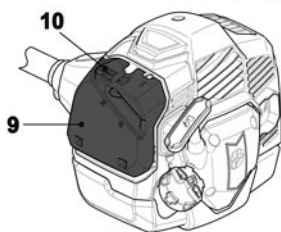

Fig. 36
- > Presione el pestillo (10) y abra la tapa [9] (Fig. 36, 37).